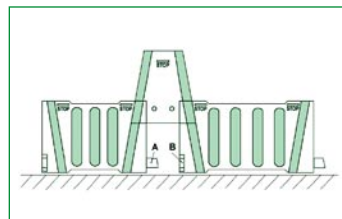

Fig. 2
3. Unire contemporaneamente i moduli adiacenti con il **REGISTRO S**, utilizzando un piano di appoggio, in modo che la linguetta A si allinei con l'asola B (vedi **Fig. 2**).
*Combine the adjacent modules together with **REGISTER S**, using a supporting table, in order to align the tongue A with the slot B (see **Fig. 2**).*